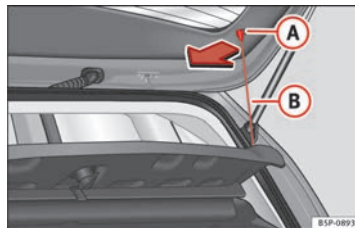

Abb. 117 Hutablage
- Hängen Sie die Streben ⇒ Abb. 117 (B) aus den Aufnahmen (A) aus.